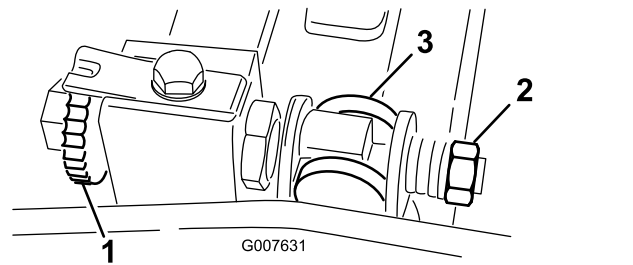

图61
1. 逆时针旋转底刀架调节螺丝，将底刀后撤离滚刀（图61）。
2. 退出弹簧加压螺母，直到垫圈不再对底刀架（图61）施压。